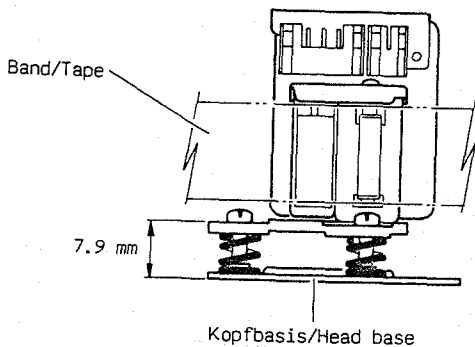

Fig. 1-2-3 A/C Kopf Höhe
- 2) Vor der Installation des Kopfes auf dem Laufwerk sollte eine Grobeinstellung der A/C-Kopfhöhe gemäß Fig. 1-2-3 erfolgen.
- 2) Before installing the A/C head on the maindeck, perform rough-adjustment of A/C head height as shown in Fig. 1.2.3.